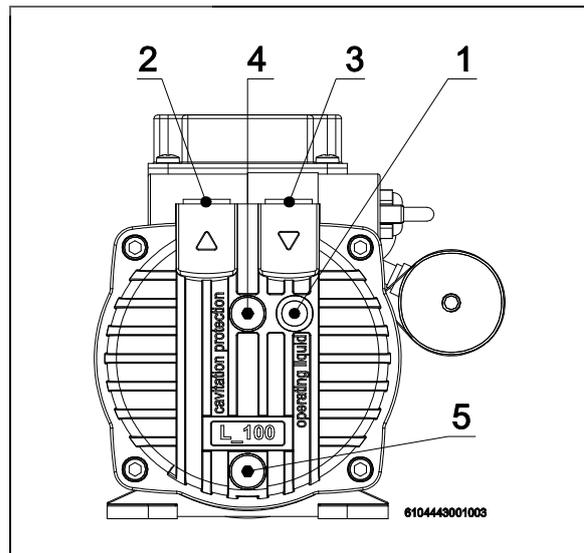

Fig. 3 : Raccords de tuyauterie / tuyaux flexibles de la pompe à vide / du compresseur
Pour la disposition des raccords de tuyauterie / des tuyaux flexibles, voir Fig. 3, p. 14.
La **tubulure d'aspiration** (Fig. 3, pos. 3) est caractérisée par une flèche indiquant le bas (↓). Raccorder ici la conduite d'aspiration. Les gaz / vapeurs à refouler sont aspirés à travers elle.
La **tubulure de refoulement** (Fig. 3, pos. 2) est caractérisée par une flèche indiquant le haut (↑). Raccorder ici la conduite de refoulement. C'est à travers elle que sont évacués les gaz / vapeurs à refouler et le liquide de fonctionnement.
L'orifice du liquide de fonctionnement (Fig. 3, pos. 1) se trouve en face avant du corps de la pompe à vide / compresseur sous la tubulure d'aspiration. Raccorder ici la conduite d'alimentation de liquide de fonctionnement.